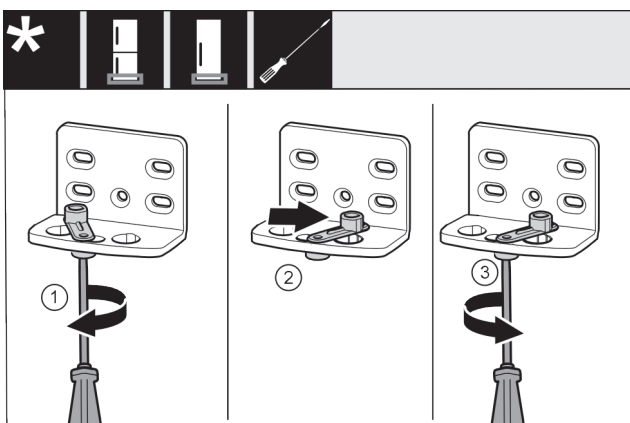

Fig. 16
- Ослабте гвинт Fig. 16 (1) за допомогою викрутки.
- Підніміть допоміжний засіб для закривання дверцят Fig. 16 (2) і поверніть його в отворі на 90° праворуч.
- За допомогою викрутки закрутіть гвинт Fig. 16 (3).